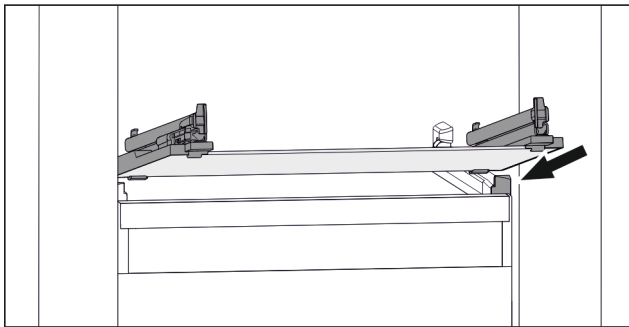

Fig. 62 Beispielhafte Darstellung der Glasplatte
- ▶ Glasplatte schräg hinter den Stopperrn aufsetzen. (zie Fig. 62)